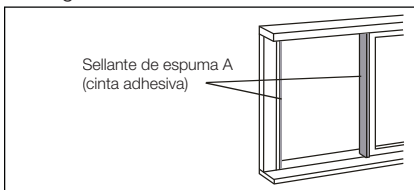

Fig. 18
- Corte los sellantes de espuma (cinta adhesiva) a la longitud correcta y acóplelos al marco de la ventana. Consulte la fig. 18.